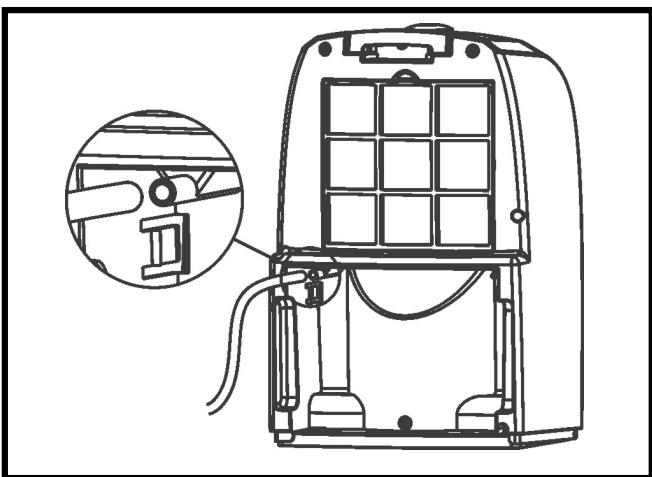

Fig. 5
2. Vodní hadici zapojte do výstupního otvoru o průměru: 11 mm (hadice není součástí balení) (FIG. 5).